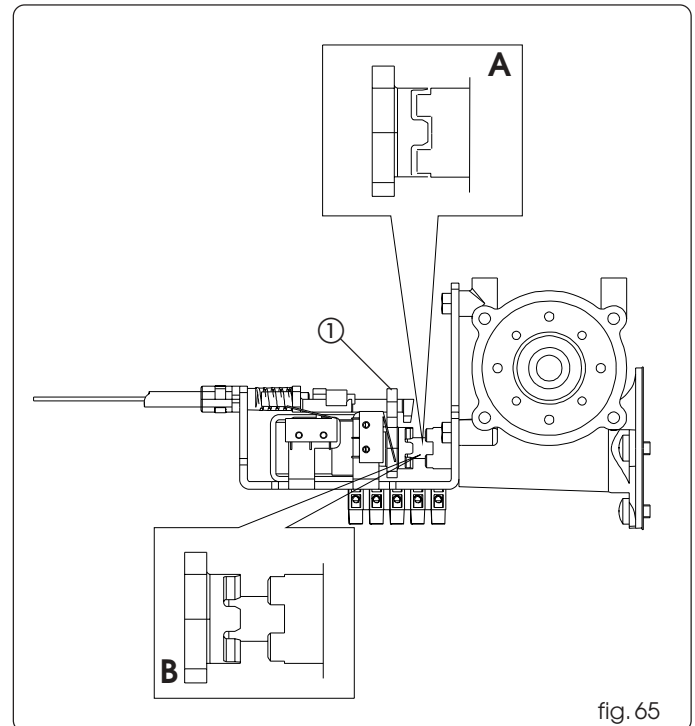

fig. 65
- Empuje manualmente la palanca (fig. 65 ref. ①) hacia el eje motor comprobando que se acople correctamente como muestra la fig. 65 ref. A).
- Mueva la palanca (fig. 65 ref. ①) en sentido vertical y compruebe que haya juego entre el acoplamiento del eje motor y del bloqueo motor.
- Tire de la pieza ⑧ hasta el tope (comprimiendo los resortes) y atornille el tornillo del borne ③ bloqueando el cable de acero. Corte el cable de acero sobrante.
- Compruebe que el acoplamiento bloqueo motor esté libre del acoplamiento eje motor (fig. 65 ref. B).